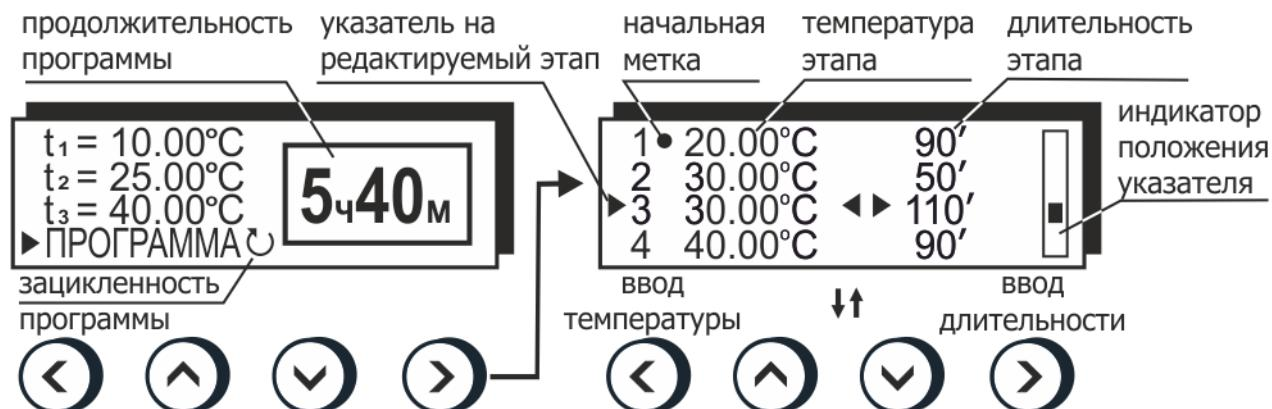

Рисунок 21 — Редактирование программы
- кнопками ( $\blacktriangle$ ) и ( $\blacktriangledown$ ) установить номер стартового этапа, он будет отмечен меткой ● в редакторе программы (рисунок 21);